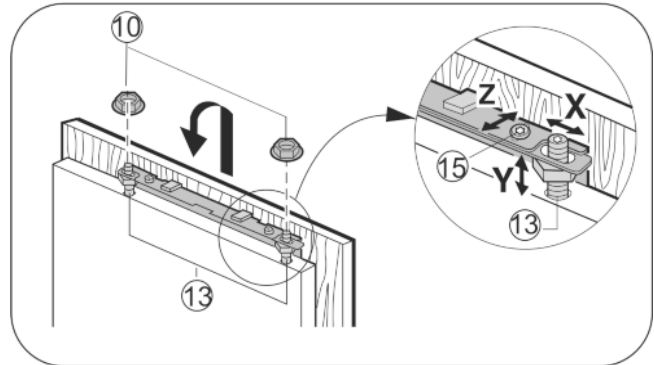

Fig. 19
- ▶ Навесьте мебельную дверцу на регулировочные болты Fig. 19 (13) и контргайки Fig. 19 (10) накрутите на регулировочные болты, не затягивая.
- ▶ Выравнивание мебельной двери по высоте Y и боковому наклону: с помощью отвертки установите положение регулировочными болтами Fig. 19 (13).
- ▶ Затяните контргайки Fig. 19 (10).